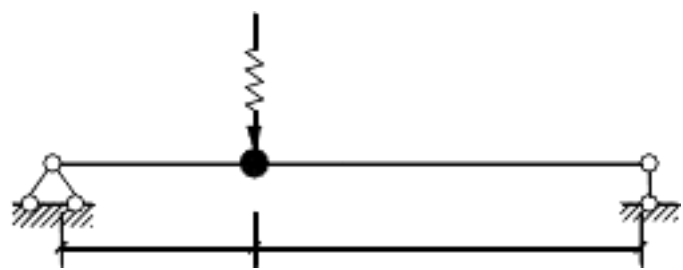

图 5
1. 图 5 结构受到简谐荷载 $F(t) = F \sin \theta t$, 其中 $\theta_2 = \frac{EI}{mb^3}$. $EI = \text{常数}$, 忽略杆件的轴向变形。求: (1) 结构的自振频率; (7分);
(2) 动力系数; (2分);
(3) B 截面处的最大弯矩 M_B 和最大竖向位移 Δ_{BV} 。(6 分)